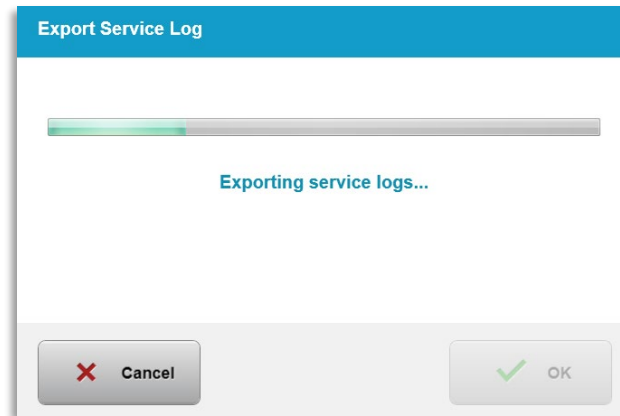

Figura 3-58. Exportar registro de servicio en curso
- o El sistema comienza a transferir automáticamente el registro de servicio y muestra una barra de progreso del proceso de transferencia, tal como se muestra en la figura 3-58.